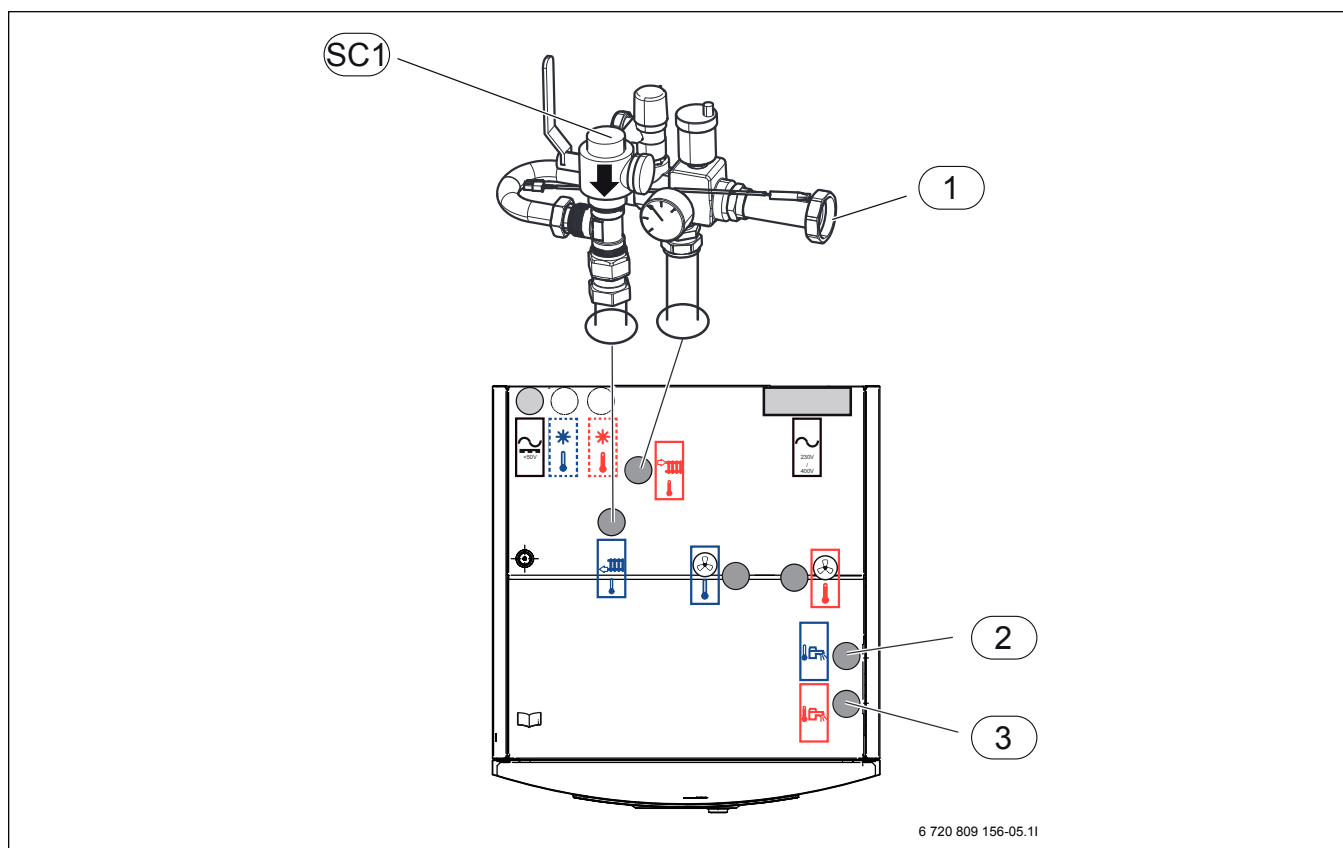

Bild 13 Anslutningar på ineenhet till värmesystem och varmvatten
- ▶ Anslut värmesystemets cirkulationspump till [1], bild 13.
- ▶ Anslut värmesystemets returledning till partikelfiltret [SC1], Bild 13.
- ▶ Anslut kallvatten till [2], bild 13.
- ▶ Anslut varmvatten till [3], bild 13.